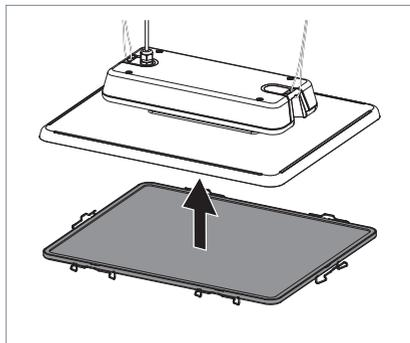

Fig. 13: Posizionamento del vetro di protezione.
- ▶ Inserire il vetro di protezione dal basso sull'apparecchio d'illuminazione, vedi Fig. 13.